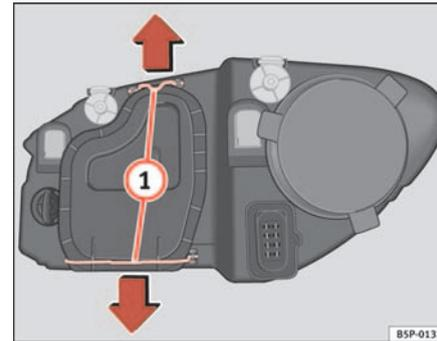

Fig. 175 Luz de cruce
- Desplace los tirantes ⇒ página 255, fig. 175 ① en el sentido de la flecha y saque la tapa.